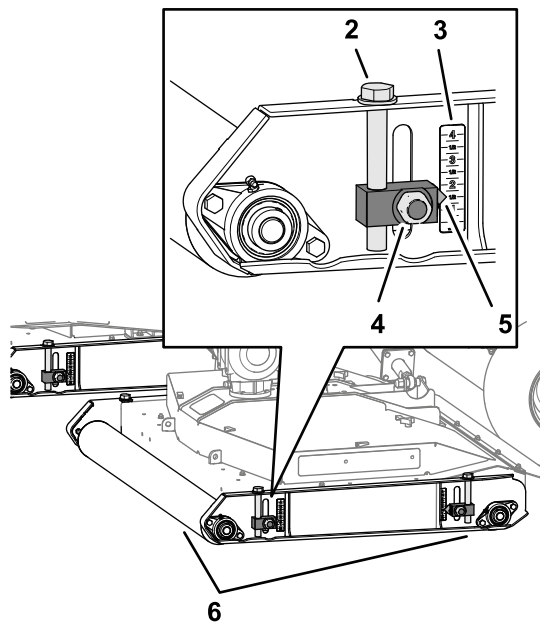

Figura 41
3. Allentate i 4 dadi di bloccaggio che fissano i 4 regolatori dell'altezza di taglio (Figura 41).